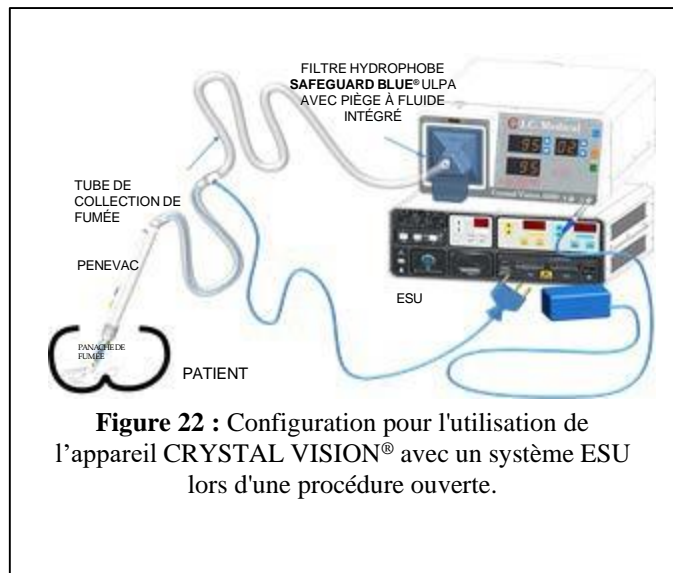

Figure 22 : Configuration pour l'utilisation de l'appareil **CRYSTAL VISION®** avec un système ESU lors d'une procédure ouverte.
3. Reportez-vous à la Figure 22 ou 23 pour la configuration.